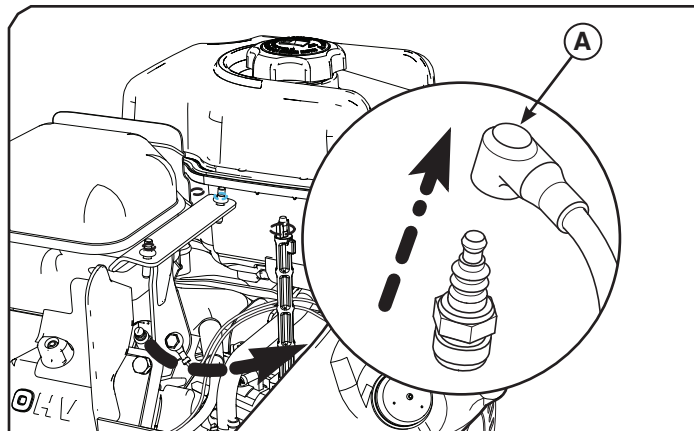

Figura 6
1. Con el motor apagado, pero aún caliente, retire la llave y luego desconecte el cable de la bujía de encendido (A, Figura 6) y asegúrelo lejos de la bujía.